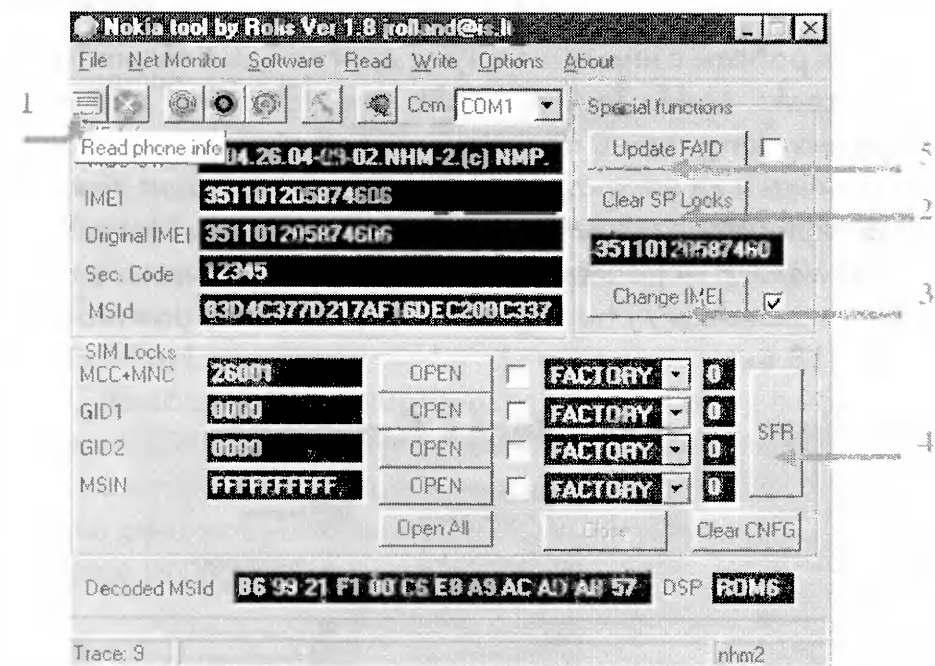

рис. 6
С помощью этой программы (рис.6) можно считать информацию о телефоне (1), раскодировать ("разлочить") его от операторских блокировок (2), заменить IMEI (3) или сбросить настройки на заводские установки (4). После сброса код телефона будет иметь значение "12345". Каждый раз после этих операций необходимо выполнять "Update FAID" (5) – пересчет секретной информации телефона (цифровой ключ). Если этого не делать, телефон не найдет сеть и будет постоянно перезагружаться. Чаще всего эта программа используется только для считывания кодов блокировки телефона (Security Code) в окошке Sec. Code после нажатия кнопки Read phone info.